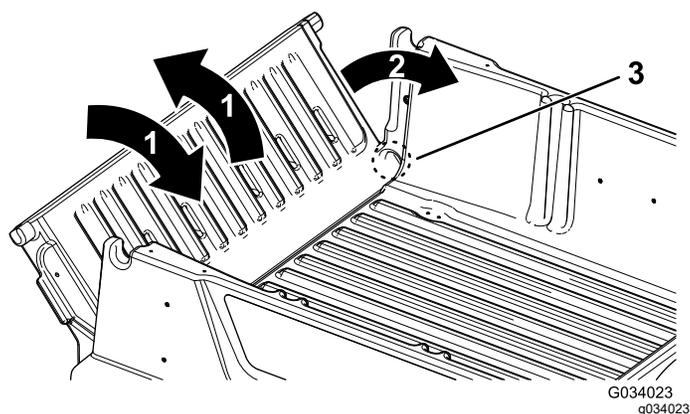

Рисунок 16
2. Установите откидной борт в положение под углом приблизительно 45° (Рисунок 16).
3. Короткими движениями, встряхивая, переместите откидной борт назад и вперед несколько раз (Рисунок 16).